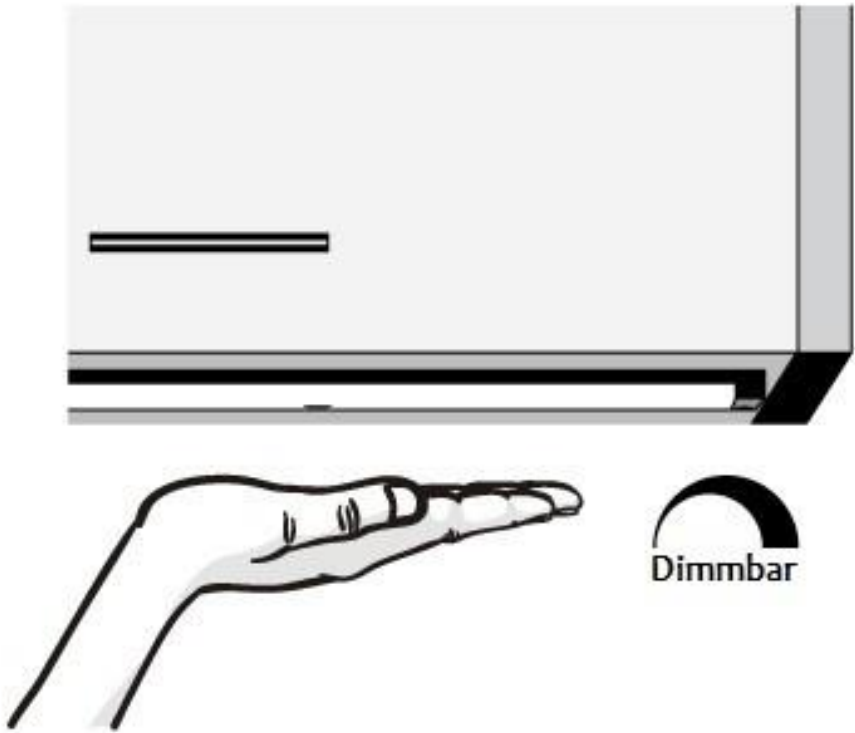

Bild 6: Dimmbare Funktion
5. Halten Sie Ihre Hand länger als eine Sekunde unter dem Sensor, um die Helligkeit von allen Lichtern zwischen zehn Prozent und 100 Prozent anzupassen (siehe Bild 6). Wenn Sie die Lichter ein- oder ausschalten, wird die zuletzt genutzte Einstellung, was die Helligkeit betrifft, gespeichert.